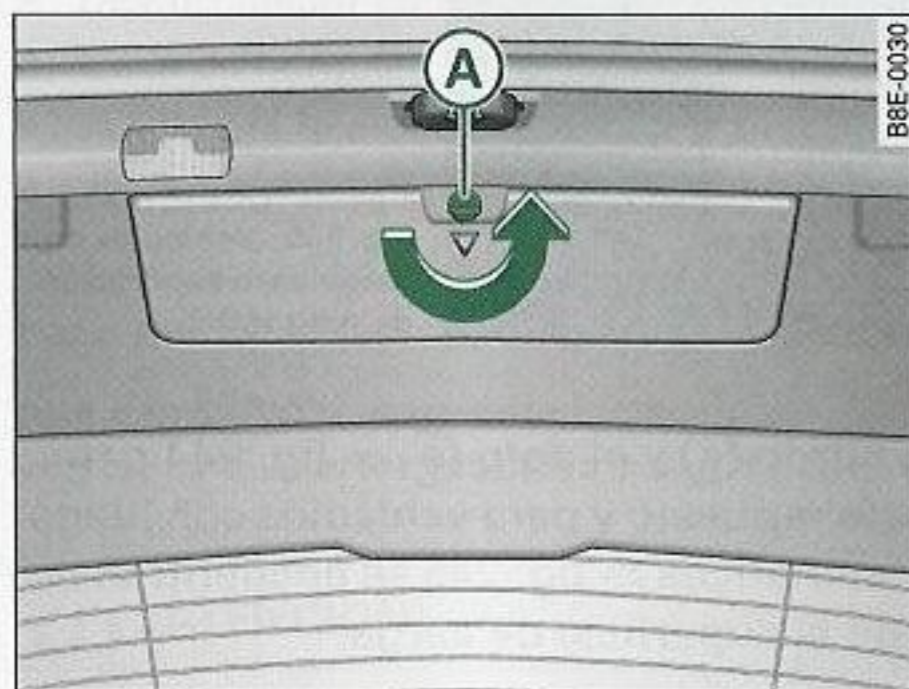

Fig. 242 Cubierta para triángulo de emergencia en el capó del maletero
- Para abrir la cubierta hay que girar el cierre (A) en la dirección \Rightarrow fig. 242 y abatir el soporte.